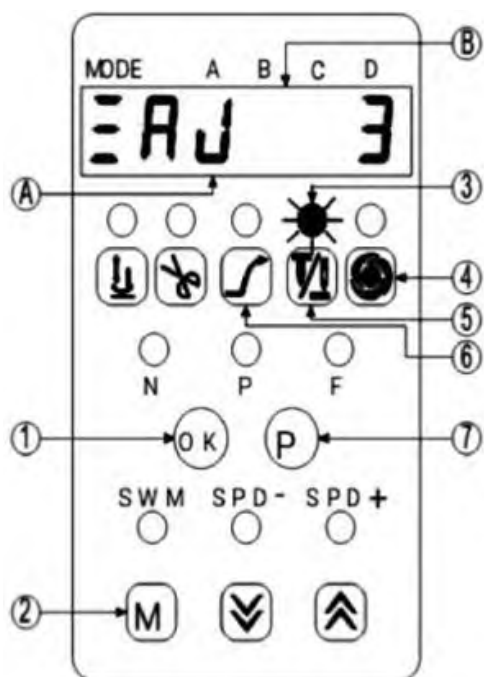

Рис.15 «Меню настройки».
4) Значение угла, отображаемое для справки, будет сохранено нажатием кнопки «OK» (1), при этом отображаемые цифры дважды мигнут и загорится светодиодный индикатор (3) положения иглы (рис.15).
5) Настройка завершена, и вы можете выйти из меню настройки, нажав клавишу «P» (7).